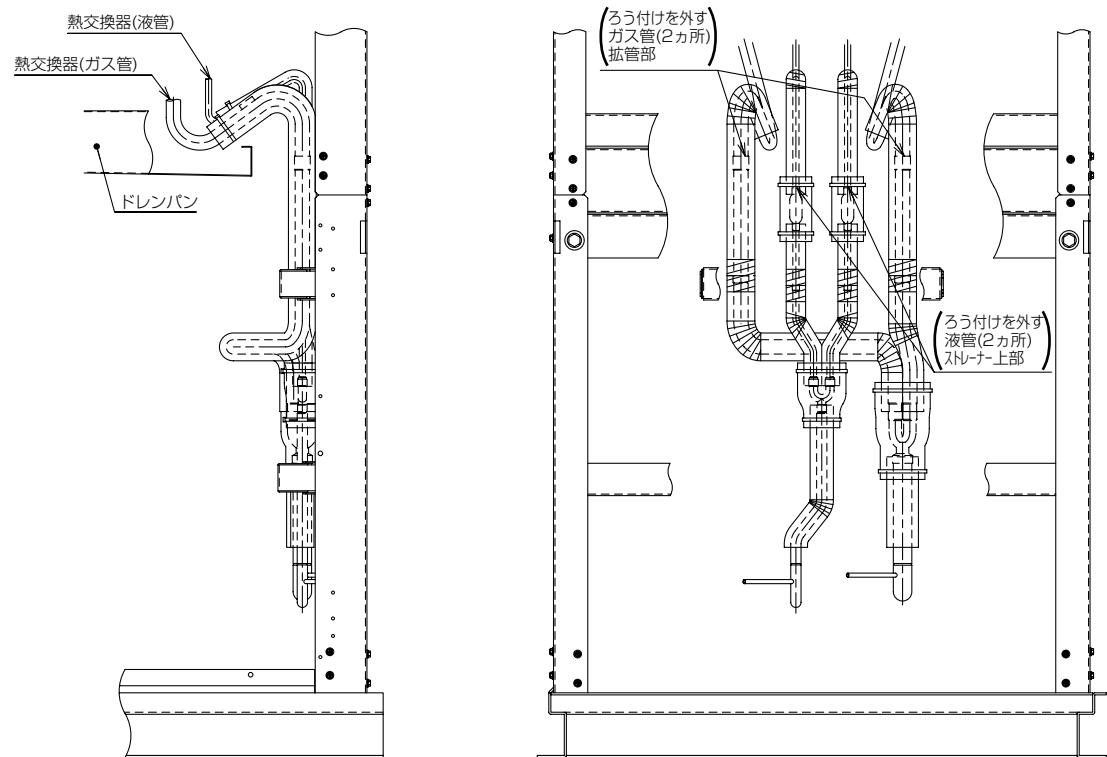

図4
- 配管に巻いているパイプカバーをトーチの炎が当たらない位置まで剥がしてください。図4、5で指示している位置でろう付け部を外してください。